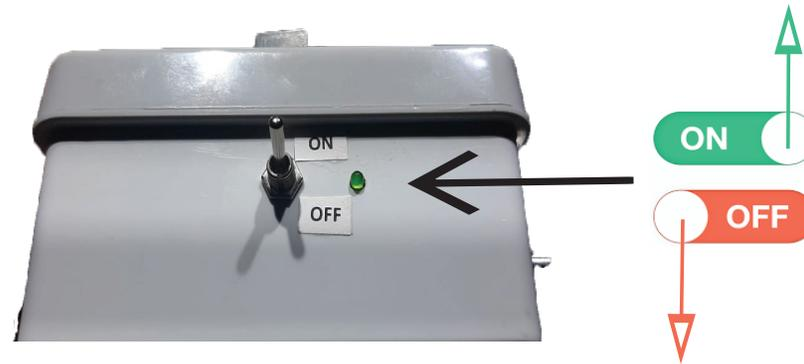

Figura 4C. Botón de encendido y apagado.
3. Para encender la sonda, mueva hacia arriba el interruptor ubicado al lado de la caja electrónica como lo indica la figura 4C. La unidad emitirá un sonido de vida que indica que ha encendió correctamente y se encenderá la luz verde, lo cual muestra que está listo para conectarse al aplicativo móvil "PCMA" (Plataforma Comunitaria Monitoreo de Agua). Si no genera el pito de vida cargue la batería por 2 horas mínimo y vuelva a intentar el encendido, si el no encendido persiste consulte a su técnico ([monitoreo.c@uniandes.edu-co](mailto:monitoreo.c@uniandes.edu-co)).
8.4 Si desea tomar mediciones adicionales en otro lugar, apagar la unidad de control para salvar el tiempo activo de la batería, si no se va a usar mas apagar la unidad moviendo el interruptor hacia abajo como se muestra en la figura 4C.